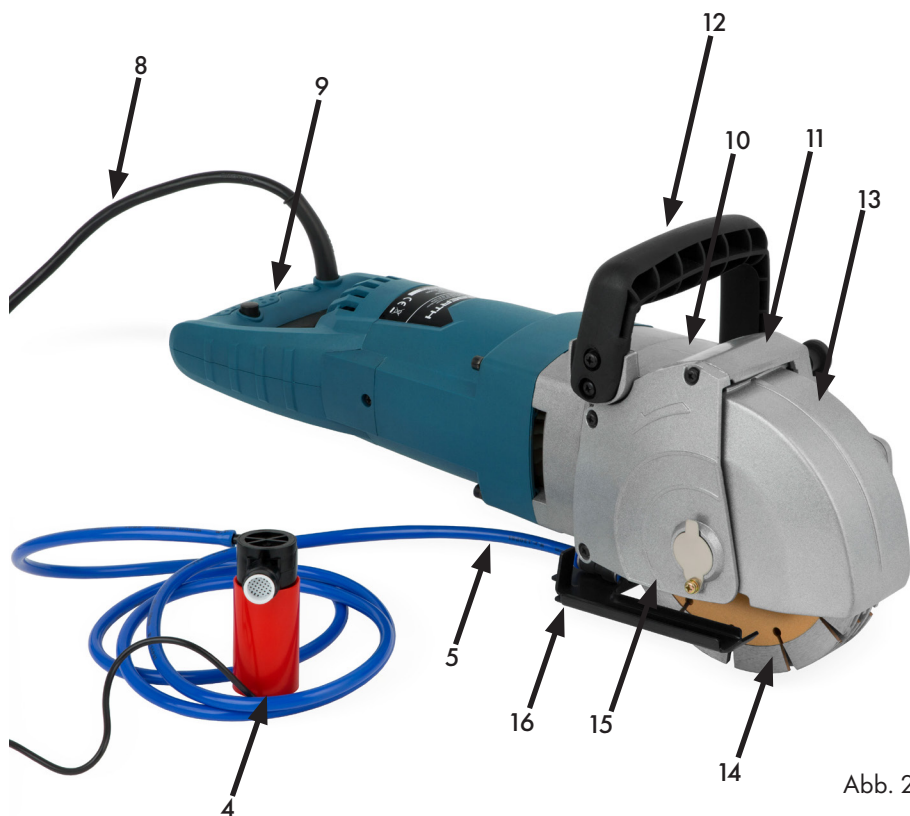

Abb. 2
Abbildung 2 zeigt die Mauernutfräse im Gesamtzustand mit montiertem Wasseranschluss. Auf der folgenden Seite finden Sie die entsprechende Legende.
**Legende Abbildung 2**